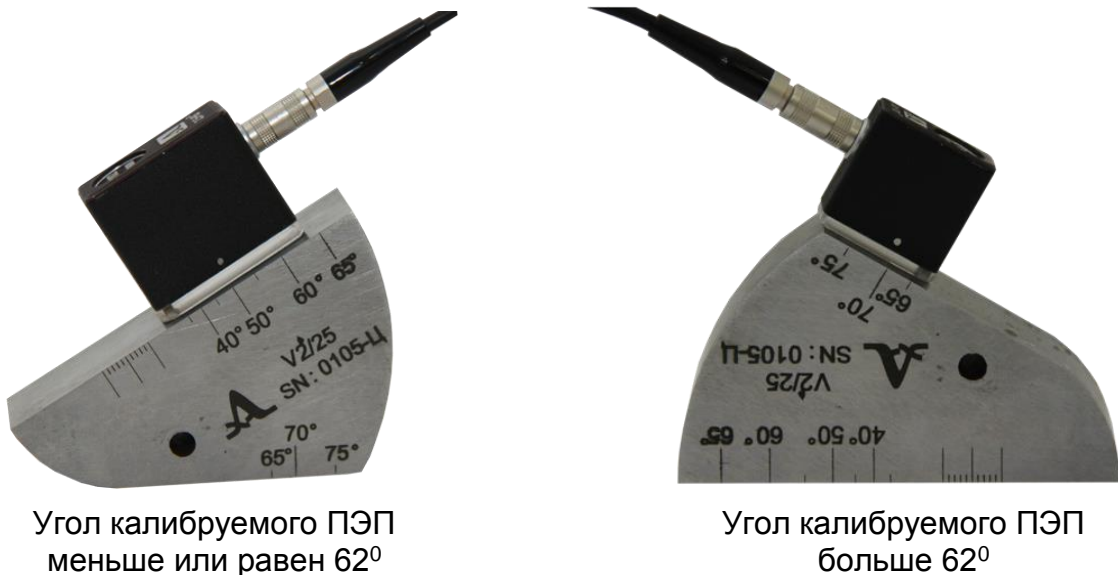
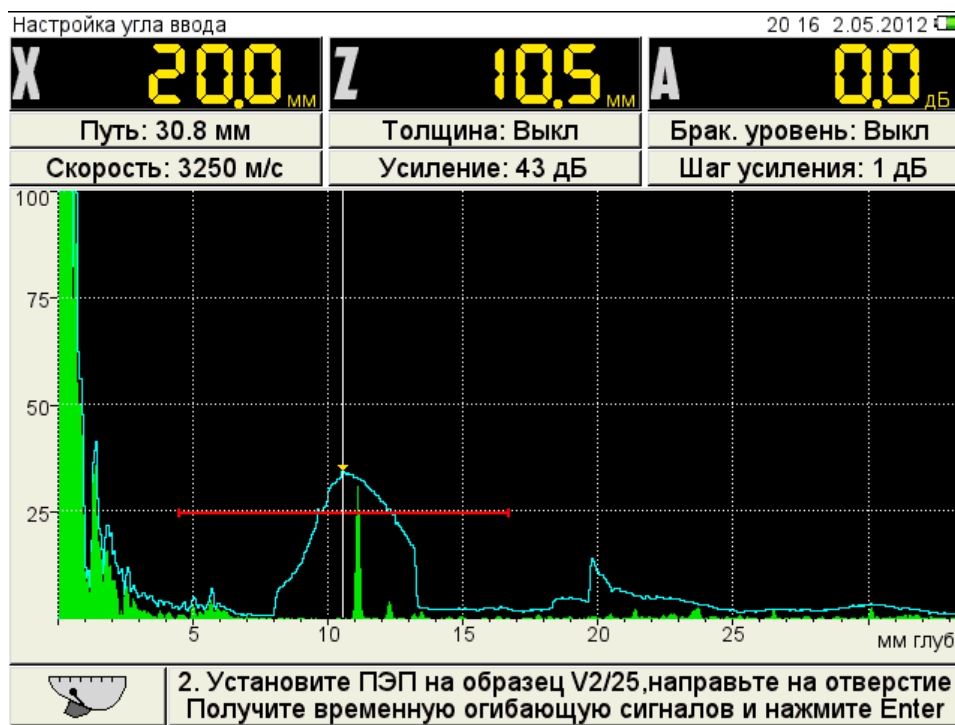

Рисунок 11
Рисунок 12
– просканировать отверстие в образце (рисунок 11), получить временную огибающую сигналов (рисунок 12) и нажать клавишу ;